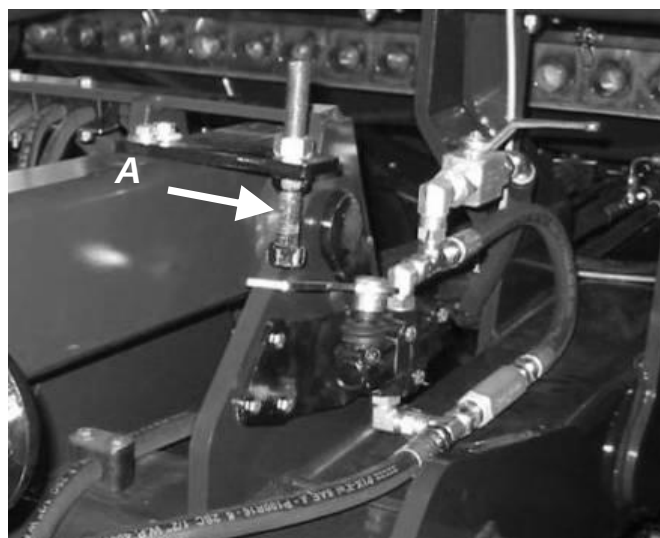

Figure 18
1. Ajuster la hauteur de travail de l'outil arrière en tournant la butée de hauteur arrière [figure 18, **A**] qui se situe sur le bras supérieur droit du relevage arrière (**page 39, 3**).